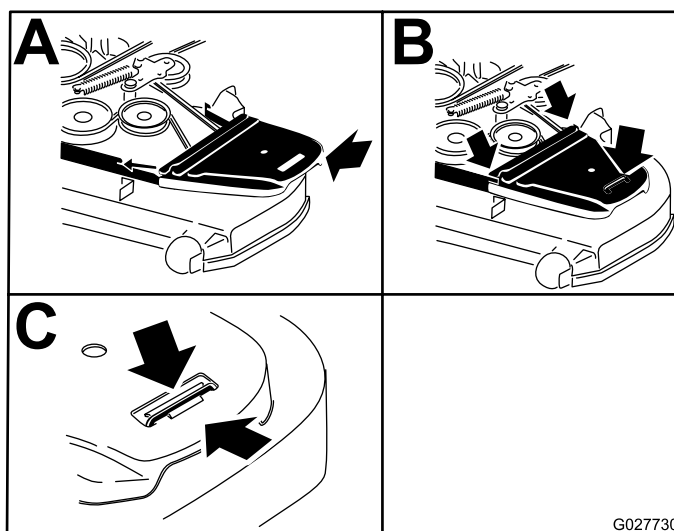

Figura 92
14. Montate i copricinghia (Figura 92).